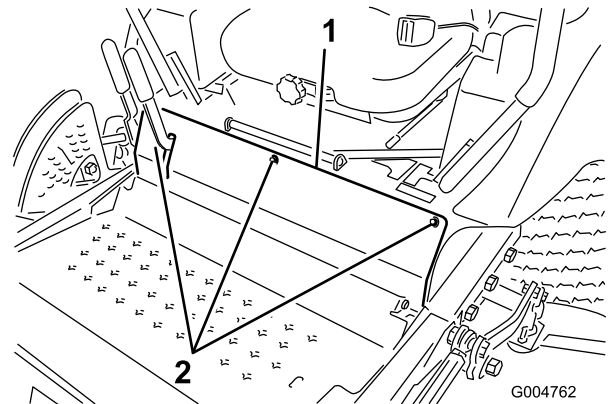

Figure 61
3. Retirez les boulons de fixation du panneau avant et déposez le panneau (Figure 61).